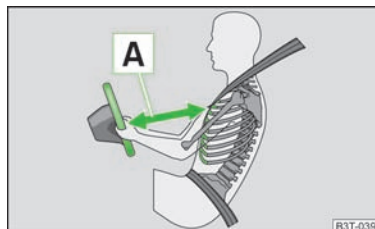

Fig. 96
- Es importante que el conductor y el acompañante mantengan una distancia mínima de 25 cm con respecto al volante o al cuadro de interruptores » **fig. 96 A**. Si no respeta la distancia mínima, el sistema de airbag no podrá protegerle - ¡Peligro de muerte! Además, los asientos delanteros y los reposacabezas siempre deben estar correctamente ajustados a la estatura del ocupante.